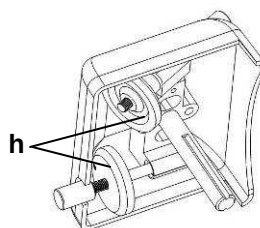

Рис.13
- После окончания заточки протереть точила (h) смоченной в спирте щеточкой для очистки (рис. 13).